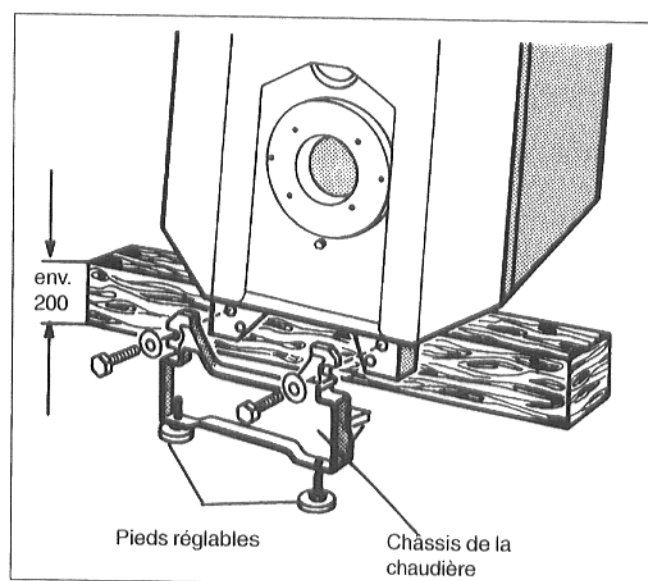
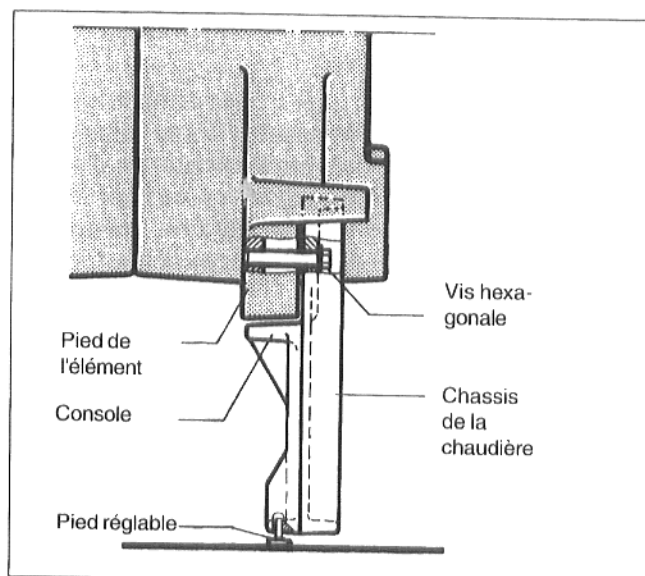

Fig.5
Fig.6
- Basculer légèrement la chaudière vers l'arrière. La bloquer dans cette position pour l'empêcher de glisser, de façon à pouvoir visser la partie avant du châssis aux pieds de l'élément de la chaudière en toute sécurité (Fig. 5).
- Placer les consoles du châssis sous les pieds de l'élément avant de la chaudière (Fig. 5 et Fig. 6).
- De l'avant, visser la console aux pieds de l'élément de la chaudière (Fig. 6). Les vis hexagonales M10 sont jointes au châssis de la chaudière.
- Placer les consoles du châssis sous les pieds de l'élément arrière de la chaudière (Fig. 6).
- De l'arrière, visser la console aux pieds de l'élément de la chaudière (Fig. 6). Les vis hexagonales M10 sont jointes au châssis de la chaudière.